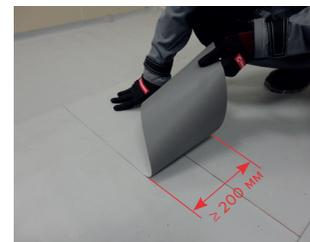

Рисунок 5.15. Применение бандажной полосы из армированной полимерной мембраны для стыковки полотен полимерной мембраны на горизонте
**5.5.21.** При отсутствии на торцах рулона полимерной мембраны края без флиса, рекомендуется производить укладку полотен полимерной мембраны встык, с последующей установкой поверх стыка бандажной полосы шириной не менее 200 мм из армированной ПВХ мембраны без флисовой подложки, например, LOGICROOF V-RP (рис. 5.15).